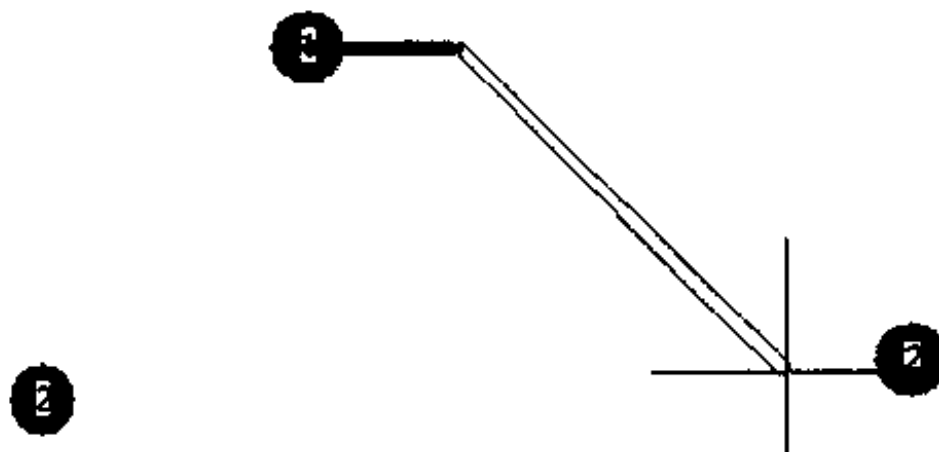

图 5-59 布置第一段导线
2) 确定第一段导线。在焊点中心单击鼠标左键, 确定导线的起点。然后向 2 号焊点移动光标, 通过“Shift+Space”键将转角模式切换成 45 度转角模式, 如图 5-59 所示。在合适的位置单击鼠标左键, 确定第一段导线的位置和长度。